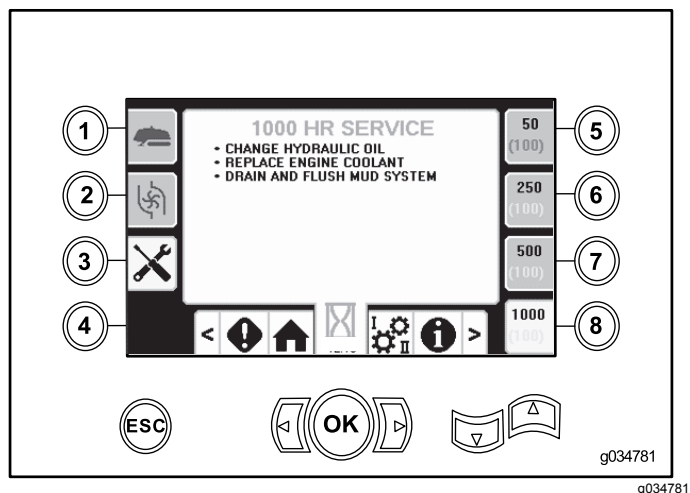

Figura 47
- Botão 8 – 1.000 horas (Figura 47)